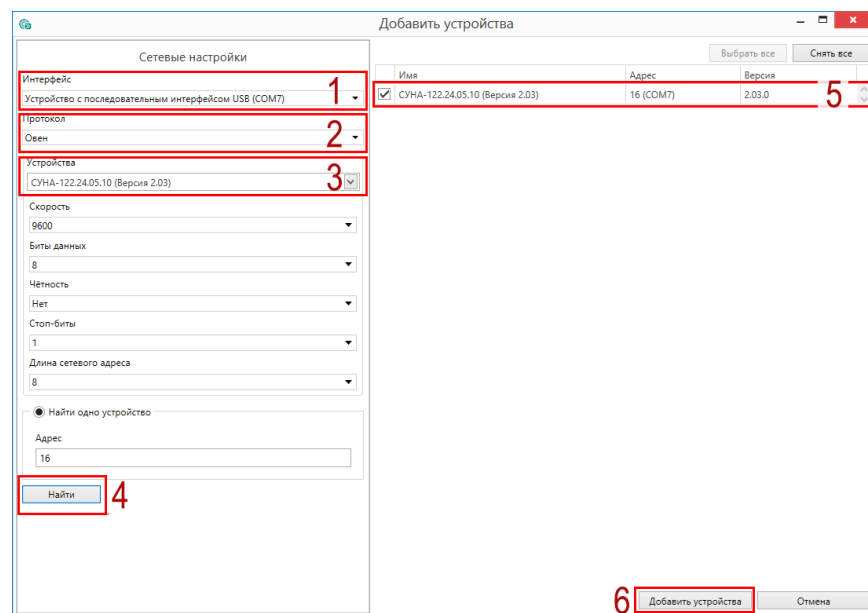

Рисунок 3.1 – Настройки связи с устройством
6. Выбрать интерфейс «Устройство с последовательным интерфейсом USB» (см. рисунок 3.1, 1). Номер COM порта, присвоенный прибору можно узнать в Диспетчере устройств Windows.
7. Выбрать протокол **ОВЕН** (см. рисунок 3.1, 2).
8. Выбрать устройство (Пункт 3 на рисунок 3.1). Модификация прибора указана на боковой стороне прибора.
9. Выбрать «Найти одно устройство», если добавляется один прибор. Запустить поиск нажатием на кнопку «Найти» (см. рисунок 3.1, 4).
10. Выделить найденное устройство (см. рисунок 3.1, 5).
11. Добавить устройство в проект Конфигуратора по нажатию кнопки «Добавить устройства» (см. рисунок 3.1, 6).
1. Нажать на кнопку  **Обновить устройство** в контекстном меню выбранного устройства или в главном меню. Откроется диалоговое окно для смены встроенного ПО устройства. Допускается обновление одного или нескольких устройств. Устройства следует выделить в области устройств (см. рисунок 3.1, 5) и выбрать **Обновить устройство** в контекстном меню или главном меню.